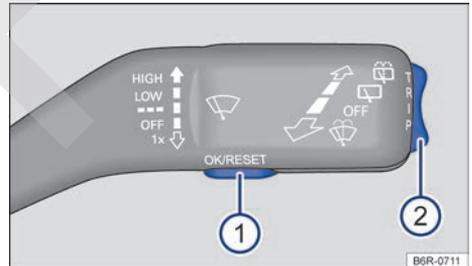

Fig. 11 Palanca de los limpiavidrios: botón ① para confirmar los ítems y tecla ② para cambiar el indicador del display.
⑥ **Botón de ajuste del reloj** o para cambiar entre el indicador de temperatura exterior y el reloj.
- Con el encendido conectado¹⁾, para ajustar el reloj, si es necesario, cambie al indicador del reloj, presione la tecla → fig. 11 ② hacia arriba o hacia abajo o presione el botón de ajuste → fig. 10 ⑥.
i El mensaje de servicio se apaga después de algunos segundos con el motor en funcionamiento o después de presionar el botón **OK** de la palanca de los limpiavidrios → fig. 11 ①.
- Si se muestra un mensaje o un dibujo del vehículo, presionar el botón **OK** → fig. 11 ①.
- Presionar la llave ② para arriba o para abajo, hasta que se muestre el indicador deseado.
- Presionar la llave de la palanca de los limpiavidrios → fig. 11 ②.
- Mantener el botón **OK** presionado en la palanca de los limpiavidrios → fig. 11 ① para seleccionar el indicador de horas, de modo que titile.
- Ajustar las horas con la llave de la palanca de los limpiavidrios → fig. 11 ②. Para ello, presionar la llave para arriba o para abajo, para aumentar o disminuir el indicador de horas.
- Mantener el botón **OK** → fig. 11 ① presionado durante aproximadamente 2 segundos.